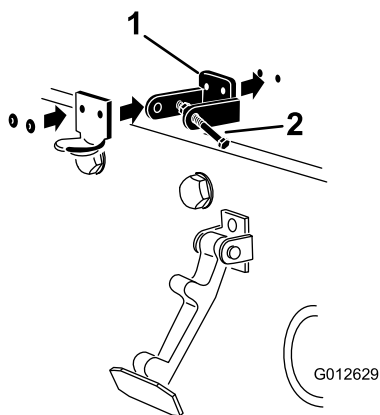

図 4
4. 図 4に示すように、フードラッチブラケットとCEロックブラケットの穴を、フードの穴に整列させる。
注 CEロックブラケットをフードに合わせてください 図 4。CEロックブラケットのアームについているボルトとナットは外さないでください。
6. ブラケットとワッシャをフードにリベットで固定する 図 4。